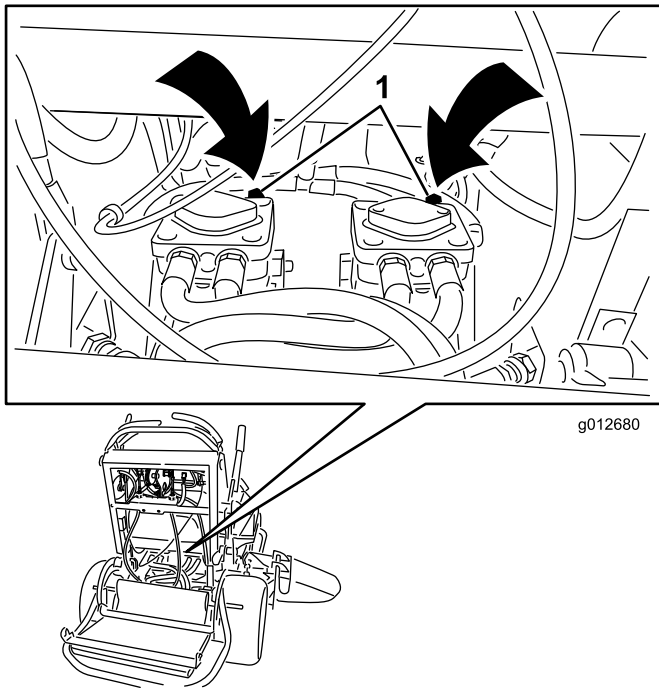

Figura 27
3. Abra las válvulas de desvío de ambas bombas girándolas 1 a 2 vueltas en el sentido contrario a las agujas del reloj (Figura 27).